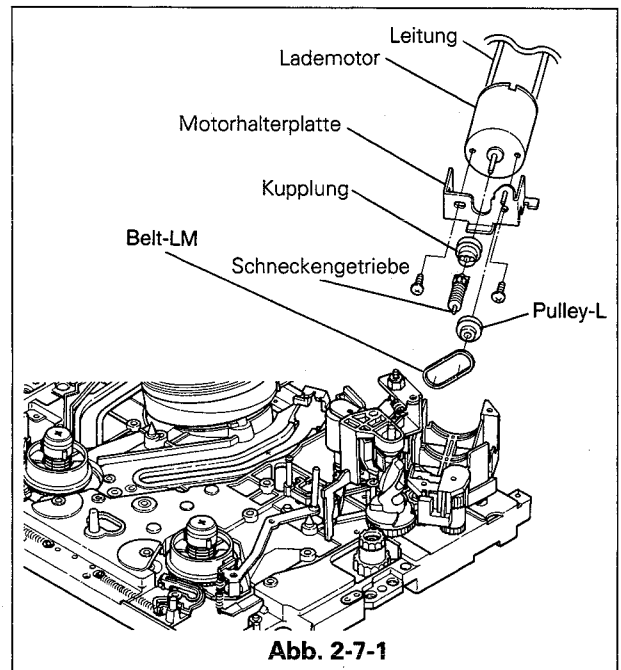

Abb. 2-7-1
### 2-7-1 Ausbau (siehe Abb. 2-7-1, 2-7-2)
- Beim Typ-B den Riemen LM vom Lademotor und Zwischenrad entfernen. Siehe Abb. 2-7-1.
### 2-7-2 Einbau (siehe Abb. 2-7-1~2-7-3)